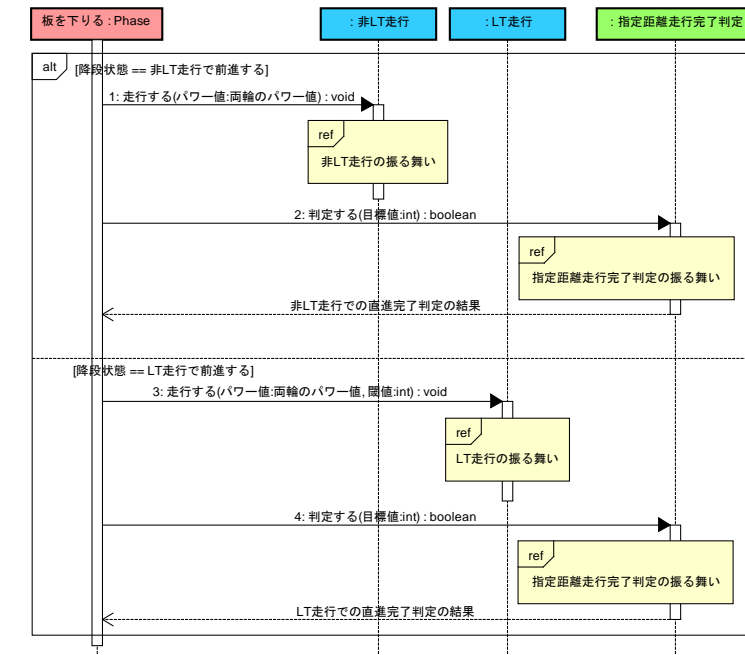

図3.4 「板を下りる」の振る舞い
Phase⑤:「板を下りる」(詳細は1.3項「各Phaseのフロー」参照)の振る舞いを図3.4に示す。